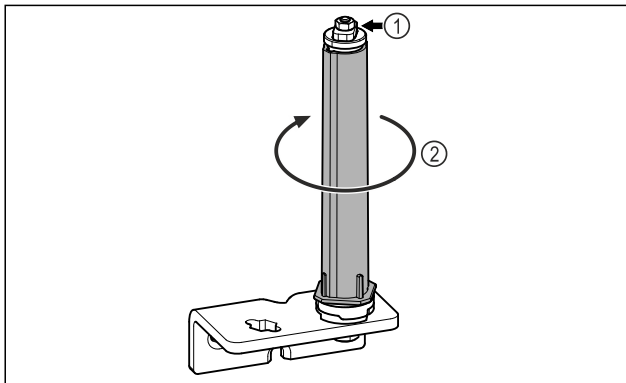

Fig. 29
- ▶ Не розбирати систему закриття дверей Fig. 29 (1).
- ▶ Повертати систему закриття Fig. 29 (2) до клацання.